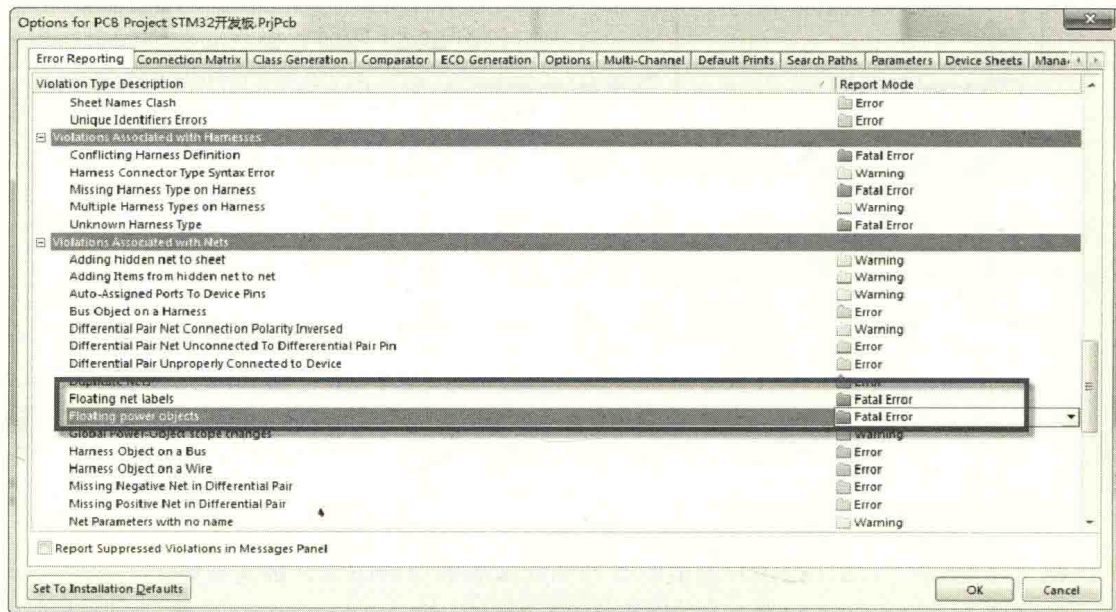

图 12-24 编译设置
(1) 在“STM32 开发板.PrjPcb”上单击鼠标右键，选择执行“Project Options”命令，设置常规编译选项，如图 12-24 所示，对需要检查的选项都选择“Fatal Error”错误报告类型。